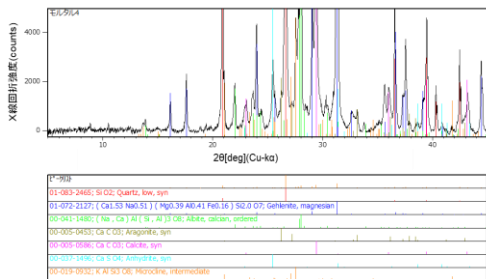

図2 モルタルのXRD
- (8) 各種分析：示差熱分析、FT-IR、XRD (図2) 等